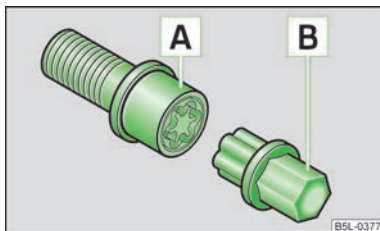

Fig. 136
- Insérez à fond l'adaptateur **B** » fig. 136 sur son côté denté jusqu'en butée dans la denture intérieure du boulon antivol **A** de telle façon qu'il dépasse encore du six-pan extérieur.